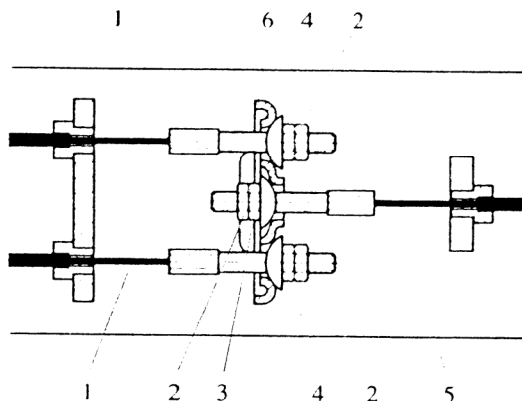
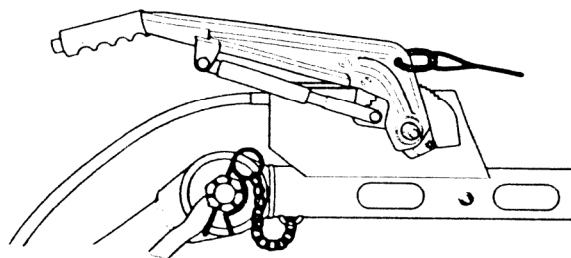

Fig. 5.7 Disposición del cable de freno
Fig. 5.8 Palanca del freno de mano hacia abajo - freno no accionado
Compruebe la posición del ecualizador (Fig. 5.7, 6) con el freno de estacionamiento accionado.
Compruebe todas las tuercas de bloqueo (Fig. 5.7, 2).
1. Con la argolla de remolque extraída a la posición más externa y la palanca de freno de mano en la posición bajada (Fig. 5.8), afloje las tuercas de bloqueo (Fig. 5.7, 2). Gire las tuercas de ajuste y las tuercas del cable del freno (Fig. 5.7, 4) hacia la derecha hasta que no haya flojedad en el mecanismo de freno.
El ecuador (Fig. 5.7, 6) debe permanecer perpendicular al cable de freno principal (Fig. 5.7, 5).
2. Aplique la palanca de freno de mano varias veces y repita el ajuste. Apriete las tuercas con sus tuercas de bloqueo (Fig. 5.7, 2). Retire el gato y los bloques.